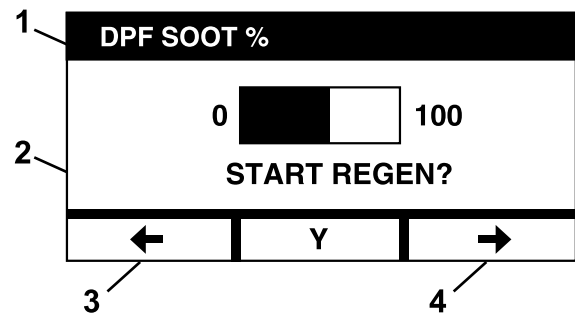

Figure 15
- Sélectionnez Y (oui) sur l'écran Start Regen (lancer régénération) pour confirmer le processus de régénération (Figure 15).